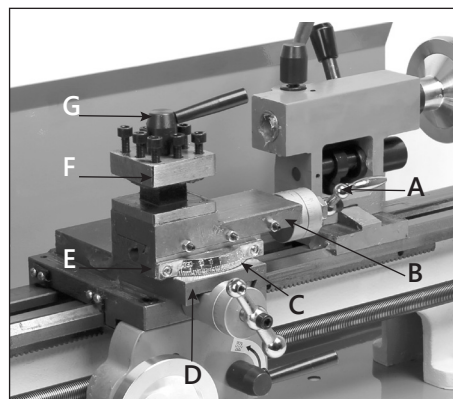

Рисунок 9.
При точении конусных поверхностей необходимо произвести настройку продольного суппорта **В** (рис. 9) на необходимый угол.
- вращая ручку **А** (рис. 9) подачи продольного суппорта **В**, переместите его так, чтобы открылся доступ к регулировочным винтам;